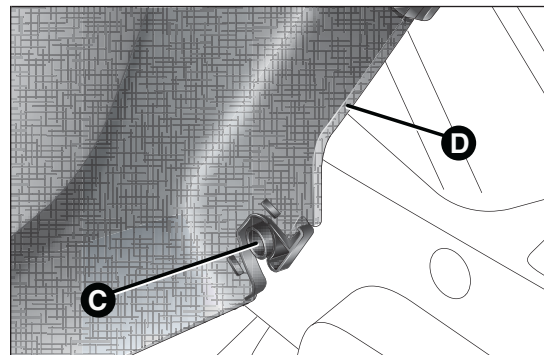

fig. 54
- ☐ soltar los pernos C fig. 54 situados en el exterior de la repisa, y luego desmontar la bandeja D tirando de ella hacia afuera;